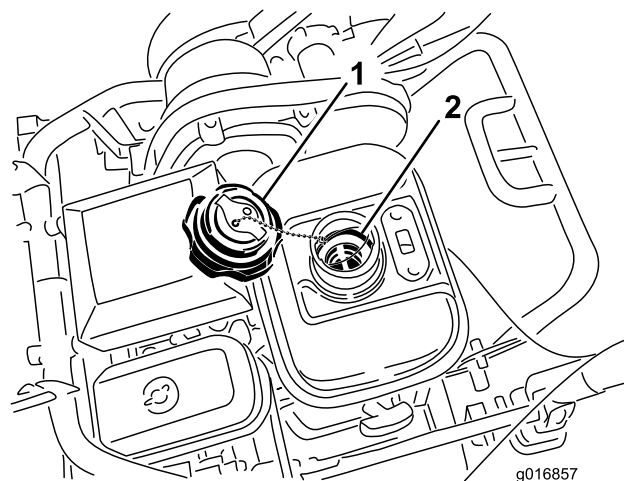

Рисунок 37
3. Вывинтите и снимите топливный отстойник с топливного бака (Рисунок 37).